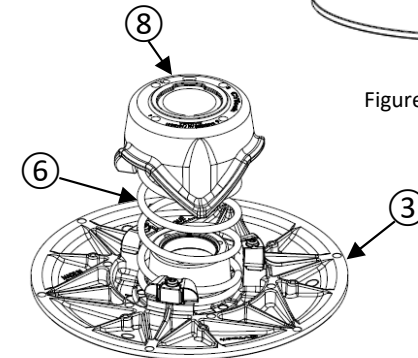

Figure 31
- Placez les ergots du ressort ⑥ dans les trous appropriés de la came ⑧ et du flasque coulissant ③, aux mêmes positions notées lors des étapes de démontage (figure 31).